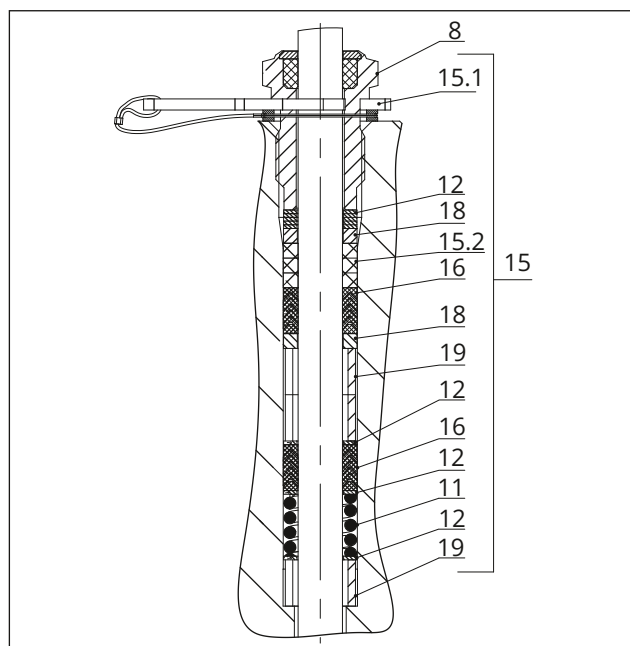
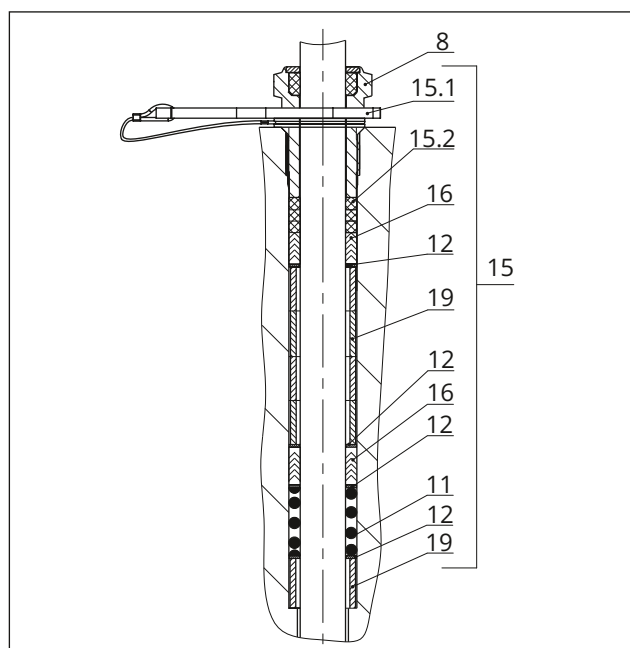

Fig. 26: ADSEAL-packning: DN 15 till 40/NPS 1/2 till 1 1/2
Fig. 27: ADSEAL-packning: DN 50 till 100/NPS 2 till 4
verktyg. Observera korrekt sekvens (se Fig. 26 eller Fig. 27).
4. För in den röda distansringen (15.1) mellan den gängade bussningen (8) och låsringen (se Fig. 26 eller Fig. 27).
2. Skjut försiktigt packningsdelarna över kägelspindeln in i packningskammaren med ett lämpligt verktyg. Observera korrekt sekvens (se Fig. 26 eller Fig. 27).